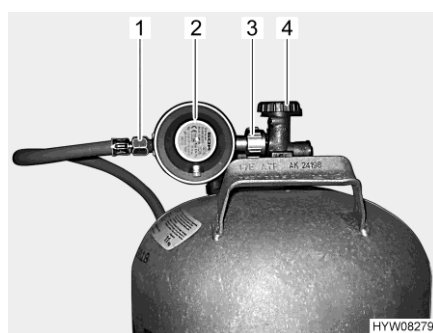

Fig. 89 Raccordo bombola del gas
- Chiudere la valvola principale di arresto (Fig. 89,4) della bombola del gas. Osservare la direzione della freccia.
- Tenere fermo il regolatore di pressione del gas (Fig. 89,2) e aprire il dado zigrinato (Fig. 89,3) (generalmente filettatura sinistra).
- Rimuovere il regolatore di pressione del gas con il tubo del gas (Fig. 89,1).
- Collocare il regolatore di pressione del gas (Fig. 89,2) con il tubo del gas (Fig. 89,1) sulla bombola del gas e serrare il dado zigrinato (Fig. 89,3) (generalmente filettatura sinistra). **Non** tirare con molta forza.